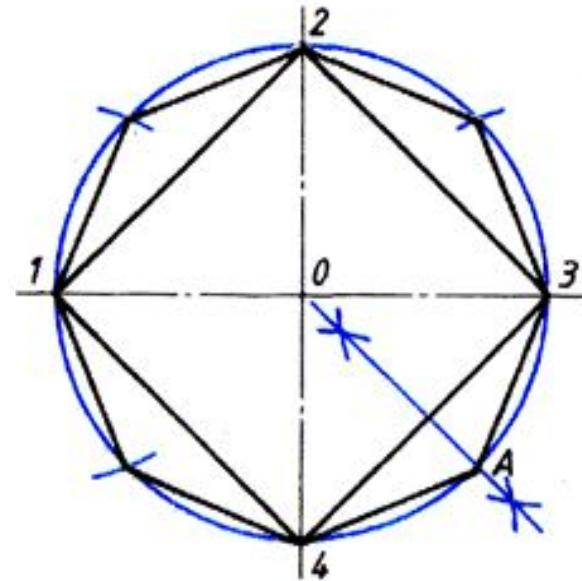

Рис. 64. Деление окружности на четыре и восемь равных частей
- Штрихпунктирные центральные линии, проведенные перпендикулярно одна другой, делят окружность на четыре равные части. Последовательно соединив их концы, получим правильный четырехугольник (рис. 64).
- Для того чтобы разделить окружность на восемь равных частей, необходимо разделить на две равные части дугу, равную $1/4$ окружности. Таким образом получим дугу, равную $1/8$ окружности ($A_4 = A_3$). Раствором циркуля, равным A_3 или A_4 , нанесем засечки на окружности, разделив ее тем самым на восемь равных частей. Последовательно соединив засечки отрезками прямых, получим правильный восьмиугольник (рис. 64)